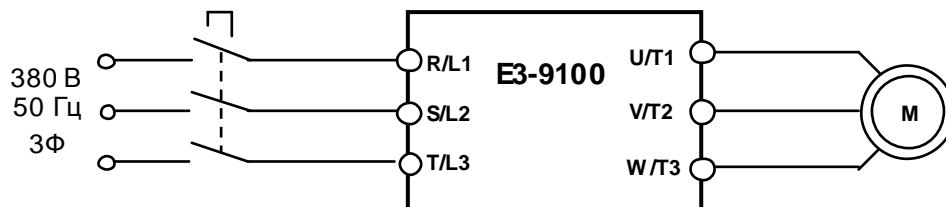

Рис.8.2
8.2. Подключить проверяемый преобразователь частоты по схеме, приведенной на рис. 8.2.